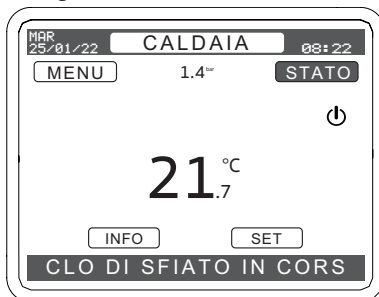

Figura 6.17
- Il display LCD visualizza la seguente schermata Figura 6.17.